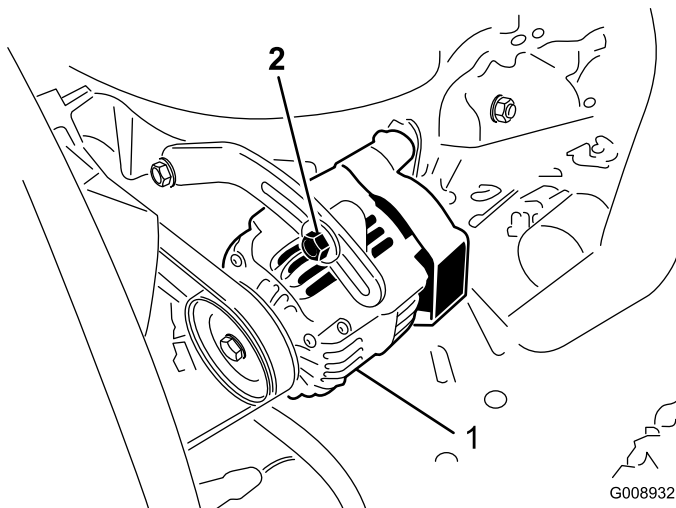

Bild 69
Prüfen Sie den Zustand und die Spannung der Treibriemen (Bild 69) alle 100 Betriebsstunden.
2. Lockern Sie bei einer Durchbiegung von mehr oder weniger als 10 mm die Befestigungsschrauben der Lichtmaschine (Bild 69). Erhöhen oder reduzieren Sie die Spannung des Lichtmaschinen-Treibriemens und ziehen Sie die Schrauben wieder fest. Prüfen Sie die Riemen Spannung noch einmal auf korrekte Einstellung.